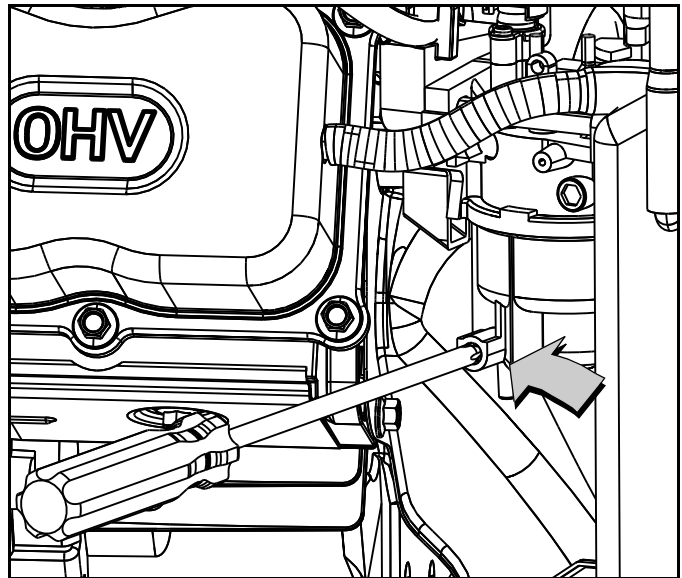

Figure 4-5. Vidange de la cuve à niveau constant du carburateur
7. Voir la Figure 4-5. Retirez la vis à tête cruciforme de la cuve à niveau constant du carburateur et vidangez complètement le carburant dans un récipient approprié. Installez la vis à tête cruciforme et serrez jusqu'à ce qu'elle soit bien en place.